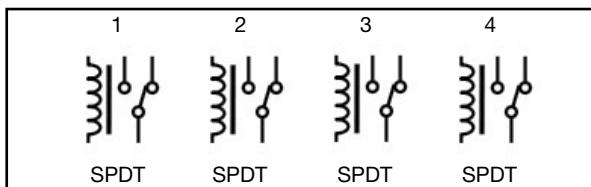

Figura 2.
- La configuración de salida predeterminada del nuevo tablero de relés es de cuatro relés SPDT controlados independientemente (consulte la Figura 2).